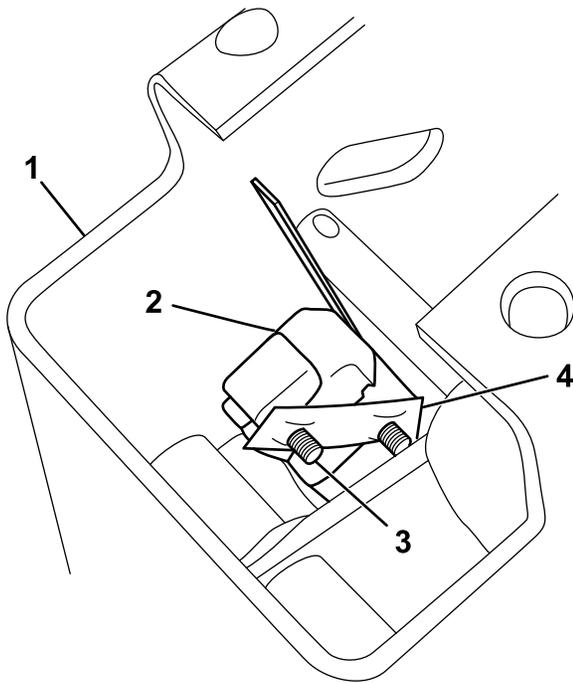

Figure 2
4. Assemblez le contacteur sur le côté droit de l'ensemble levier sélecteur au moyen de 2 vis (n° 4 x 3,4") et de l'écrou rapide (Figure 2).